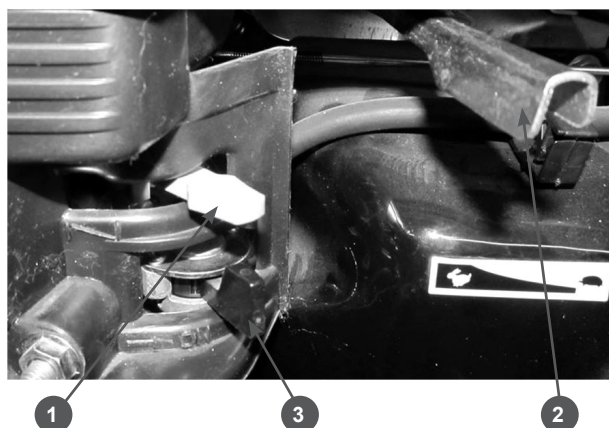

Рис.3
1. Откройте топливный кран. Для этого рычаг топливного крана (3) Рис.3 установите в крайнее правое положение.
2. Закройте воздушную заслонку. Для этого рычаг (1) Рис.3 установите в крайнее левое положение.
3. Рычаг газа (2) Рис.3 установите в среднее положение.